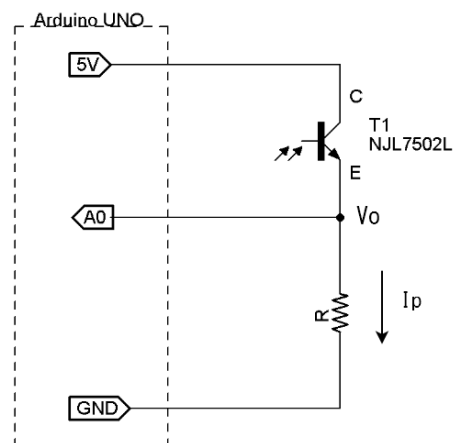

図 2.65 照度センサの回路
- ー 図 2.65 の回路を組む。抵抗 R は $10k\Omega$ を使用